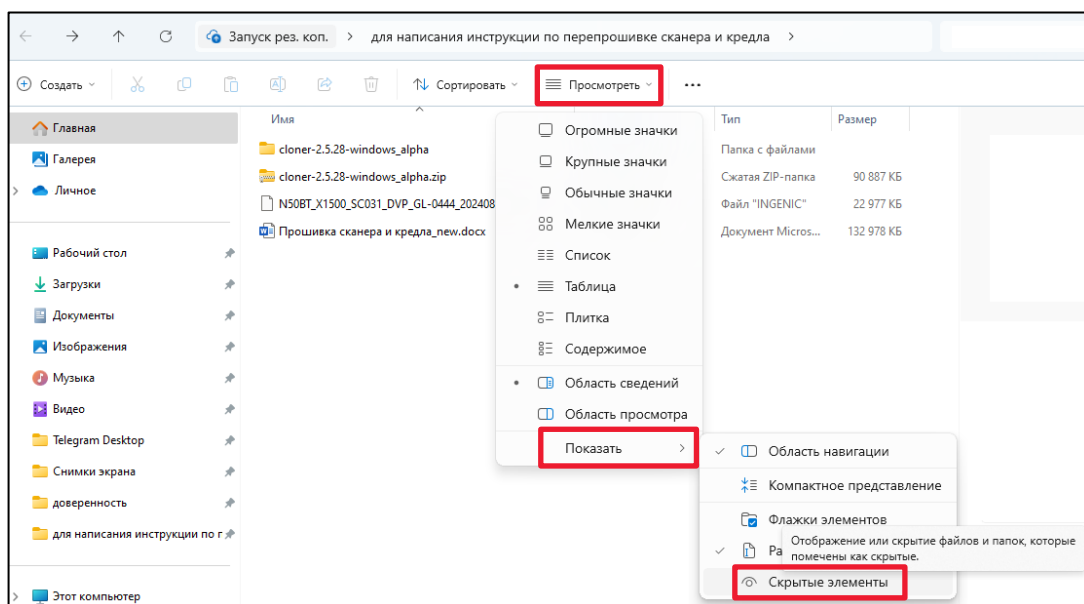

Рисунок 12. Отображение скрытых файлов и папок
- Включить отображение скрытых файлов и папок в проводнике Windows (рисунок 12);